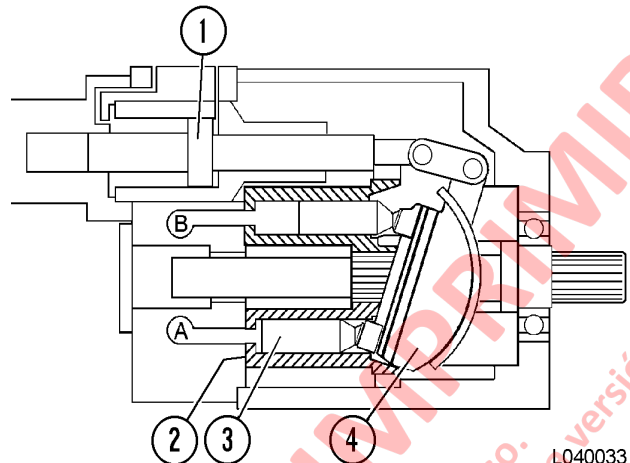

FIGURA 4-12. BOMBA A VOLUMEN COMPLETO
El pistón de control (1, Figura 4-12), dirige el ángulo del bloque basculante (4) y cuando se mueve por completo a la posición del lado derecho, la bomba está a su máxima capacidad de bombeo.